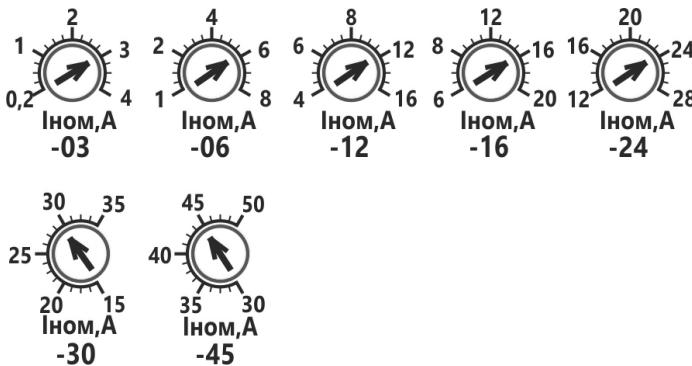

Рисунок 7 Диапазоны настройки *Ином* для исполнений по току
1.7.2 Потенциометр «*Ином,А*» используется для настройки номинального тока электродвигателя, который используется в качестве базового для функций защиты электродвигателя и плавного пуска. Диапазоны настройки потенциометров для исполнений по току БСТ2-...-03, -06, -12, -16, -24, -30, -45 приведены на рис.7.